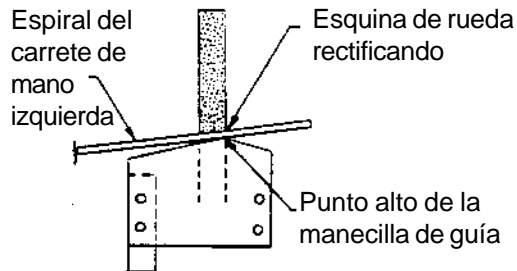
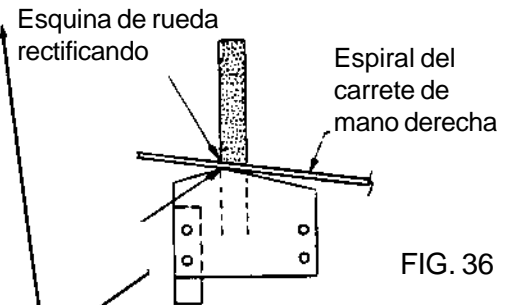
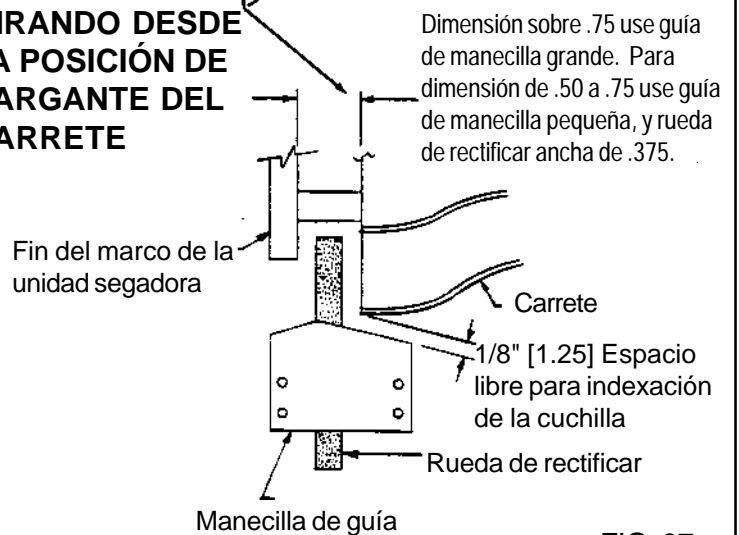

FIG. 35
FIG. 36
FIG. 37
B. Verifique para ver si su unidad segadora es de espiral de mano izquierda o derecha. Vea la definición de espiral de carrete anteriormente. **NOTA:** Cuando usted mire en la manecilla de guía en FIG. 35, muestra un carrete con espiral de carrete con hélice inversa. El punto alto de la guía de manecilla está en el lado de mano derecha de la rueda de rectificar visto del lado montado de la manecilla. Vea FIG. 36 para hélice normal. La mayoría de las unidades de segadora son de hélice normal así que recorra su carro al lado de mano derecha del carrete para la posición de empezar. Recorra su carro hasta que hay por lo menos .125 (1/8") de espacio libre a la manecilla de guía para indexación. Vea FIG. 37. Ponga el paro de recorrido lateral de mano derecha para esta posición inversa del carro. Recorra al otro fin de la cuchilla del carrete hasta que la manecilla de guía esté más allá del punto de rectificar por aproximadamente .125 (1/8") a .75 (3/4"). Ponga el paro de recorrido lateral de mano izquierda para esta posición inversa del carro.
EL PUNTO ALTO DE LA MANECILLA DE GUÍA SIEMPRE DEBE ESTAR EN LA ESQUINA DE LA RUEDA DE RECTIFICAR QUE ESTÁ HACIENDO EL CONTACTO CON EL CARRETE. VEA FIG. 35 & 36.
ROTE LA GUÍA DE LA MANECILLA FIN POR FIN CUANDO EL ESPIRAL DEL CARRETE ESTÁ EN LA DIRECCIÓN OPUESTA COMO SE MUESTRA EN LA FIG. 35 & 36.